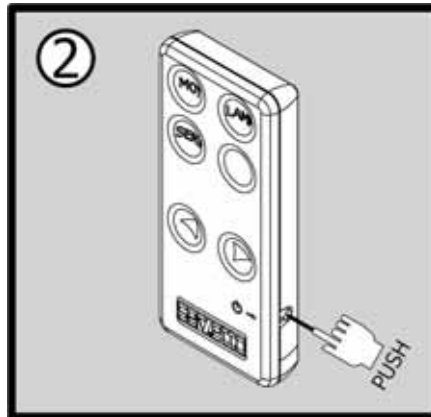

Abb. 19
- 2 - Aktivieren Sie die Fernbedienung und wählen Sie das Schrankfach auf der Fernbedienung aus (Abb.19).